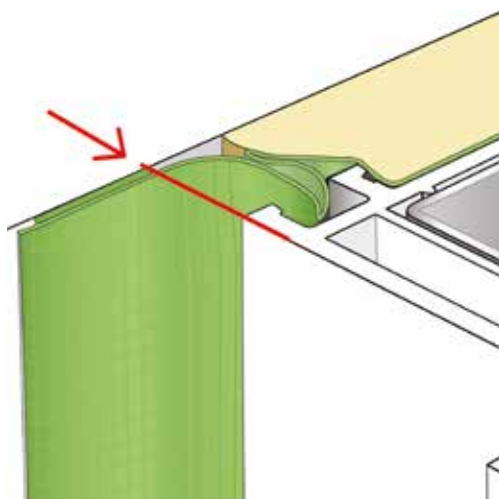
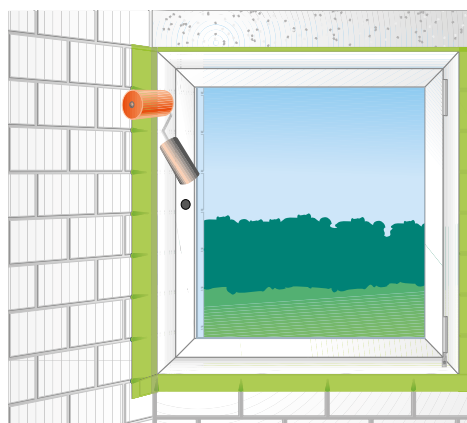

Fig 3 :
Fig 4 : maroufler la membrane sur le mur.
- Dans le cas d'un collage avec la bande butyle sur supports poreux (Fig.3) il est nécessaire d'appliquer préalablement le primaire illbruck ME901 Primaire Butyl & Bitume au pinceau ou mieux sa version pulvérisable ME902 Spray Primaire butyl & bitume sur le mur et de le laisser sécher. Appliquer la bande butyle et la maroufler (Fig. 4).